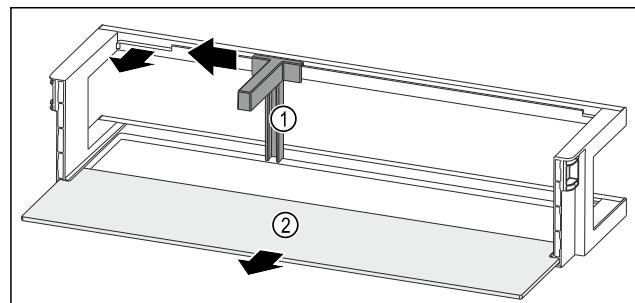

Fig. 120 Balconnet de contre-porte avec porte-bouteilles et tablette de rangement
- ▶ Pousser le porte-bouteilles Fig. 120 (1) sur le côté jusqu'à l'évidement.
- ▶ Retirer le porte-bouteilles Fig. 120 (1).
- ▶ Retirer la tablette de rangement Fig. 120 (2).